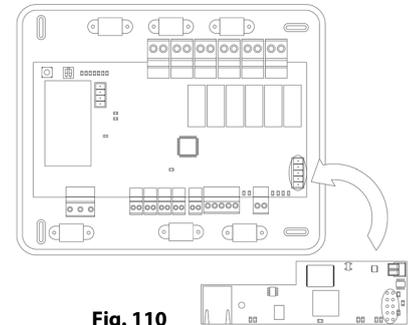

Fig. 110
Dans le cas de la connexion du Webserver Cloud (AZX6WEBSCLLOUD [C/R]), retirez la platine de fixation du Webserver et enfichez le connecteur dans le bus domotique extérieur 1 (Fig. 110).
Pour la connexion au bus domotique de la platine centrale ③, vous disposez de 1 borne à 5 broches. Fixez les câbles à l'aide des vis de la borne, en respectant le code couleur (Fig. 110).